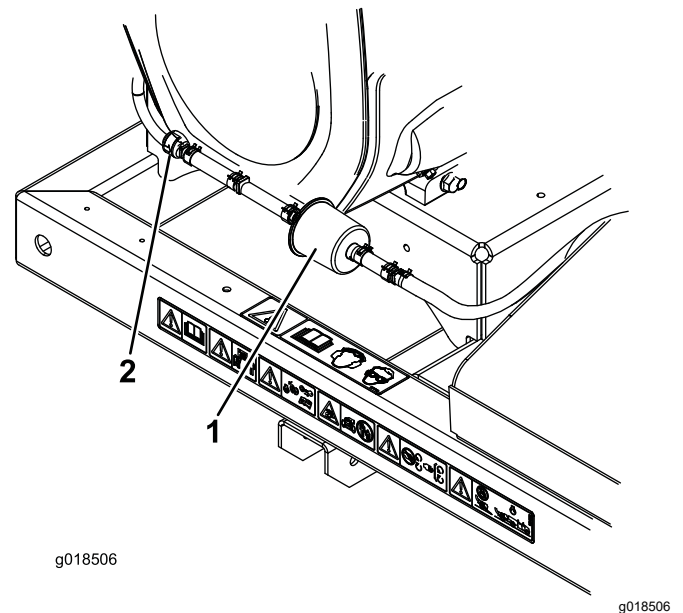

図 39
2. カーボンキャニスタ・パージラインフィルタの前後両側についているホースクランプをゆるめてフィルタから遠い位置に移す 図 39。
3. カーボンフィルタを外して捨てる 図 39。
4. 新しいフィルタをホースに取り付けるフィルタについている矢印がチェックバルブの方を向くように取り付け、ホースクランプで元のように固定する 図 39。